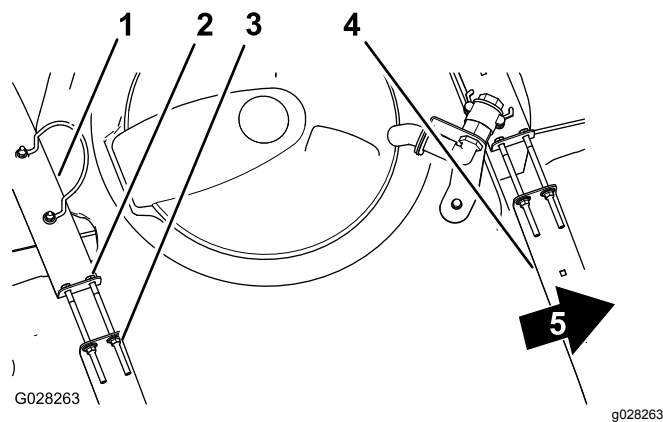

图26
2. 检查药缸箍带与药缸之间是否有任何活动图26。
3. 如果药缸箍带与药缸之间有松动应拧紧箍带顶部的凸缘锁紧螺母和螺栓直到箍带与药缸表面齐平图26。